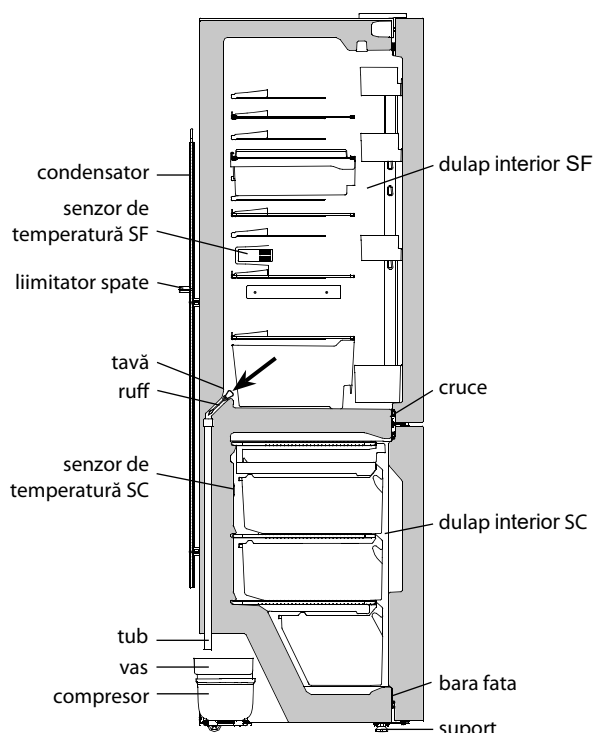

Figura 9
**3.3.1** În SF se folosește un sistem automat de dezghețare. Bruma care apare pe perețele din spate al SF se topește într-un ciclu de dezghețare atunci când compresorul este deconectat și se transformă în picături de apă. Picăturile de apă topită se scurg în tavă, prin orificiul din tub întră în vasul de pe compresor în conformitate cu figura 9 și se evaporă. În orificiul tăvii este instalată o perie pentru a elimina înfundarea sistemului de scurgere.
- spălați ruful și instalați în funcție de figura 9.
- în SC aproape de senzorul de temperatură situat pe perețele din spate al SC în conformitate cu figura 9.